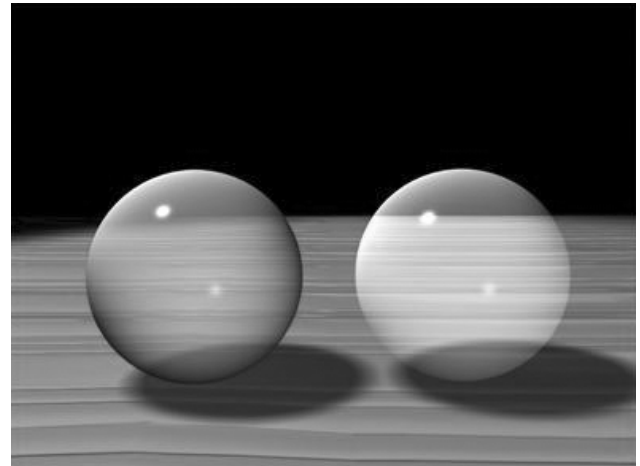

Fig.9.18
- ▶ **L'opacité additive** : elle éclaircit les couleurs à l'arrière du matériau en ajoutant les couleurs du matériau aux couleurs de l'arrière-plan. La sphère de droite utilise par exemple l'opacité additive (fig.9.18). L'opacité additive convient particulièrement aux effets spéciaux, tels que les rayons de lumière ou la fumée.